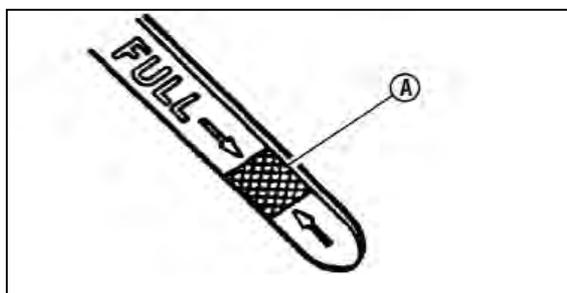

図5-1 オイルのFULL マーク
3. エンジンオイルを点検してオイルゲージの「FULL」位置(図5-1のA)にあることを確認してください。エンジンの取扱説明書に従ってください。